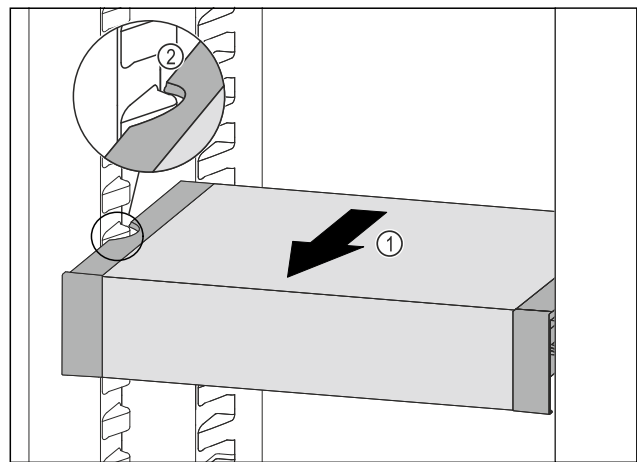

Fig. 132
- ▶ VarioSafe naar voren trekken Fig. 132 (1), tot de uitsparingen aan de zijkant van de VarioSafe zich ter hoogte van de rib in het koelgedeelte bevinden. Fig. 132 (2)